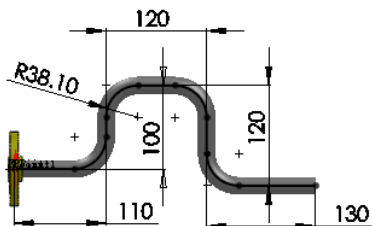

图 11.3.6 线路草图
Step7. 绘制 3D 草图作为管道线路。完成以上操作后，系统自动进入 3D 草图环境，绘制图 11.3.6 所示的线路草图。